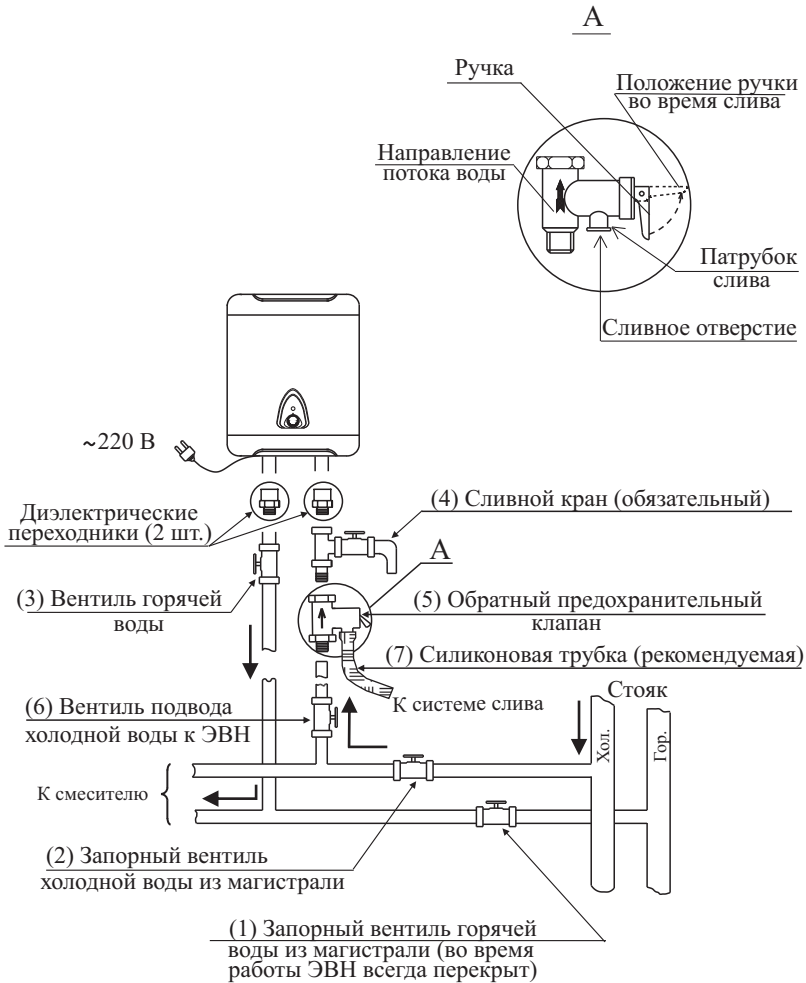

Рисунок 4 - Схема подключения к водопроводной сети
📖 Заполните ЭВН водой. Для этого перекройте запорный вентиль горячей воды из магистрали (1), закройте сливной кран (4), откройте запорный вентиль холодной воды из магистрали (2), вентиль подвода холодной воды к ЭВН (6), вентиль горячей воды (3) и кран горячей воды на смесителе. ЭВН заполнен, когда из крана горячей воды на смесителе начнет вытекать, с полным напором, вода. Закройте кран горячей воды на смесителе (см. рисунок 4).
📖 При необходимости полного слива воды из ЭВН (например, при профилактике) надо отключить ЭВН от электрической сети, перекрыть вентиль подвода холодной воды к ЭВН (6), вентиль горячей воды (3) должен быть открытым, открыть кран горячей воды на смесителе и сливной кран (4), через который и слить воду (см. рисунок 4).